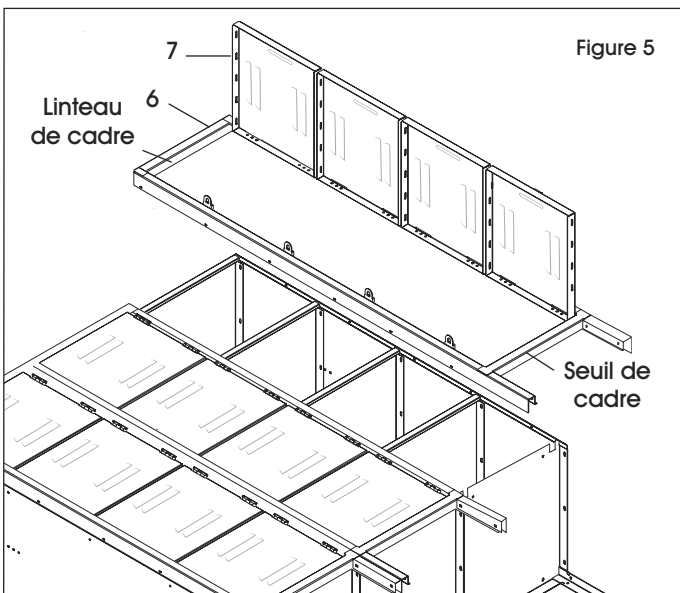

Figure 5
8. Placez la porte et le cadre (6 et 7) sur la structure du casier. Assurez-vous que les côtés de la structure sont placés à l'intérieur des cadres et non entre les cadres. Fixez la tablette supérieure au linteau du cadre et la tablette inférieure au seuil du cadre (un boulon chacun). (Voir Figure 5) Si vous rattachez une deuxième unité à 3 colonnes, passez à la section **JOINDRE LES UNITÉS**.